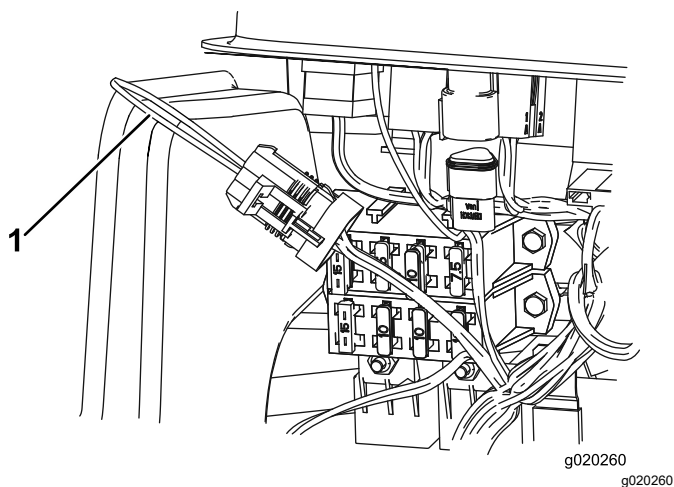

Рисунок 36
3. Найдите жгут проводов и шлейфовый разъем (Рисунок 36).